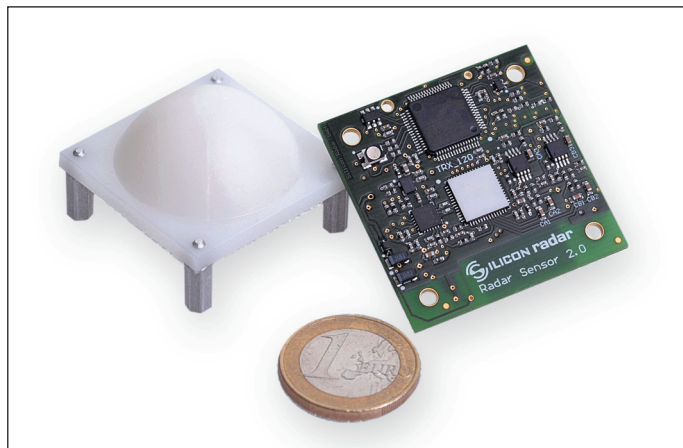

Рис. 16. Демонстрационный комплект Simple Radar Kit
- Simple Radar (рис. 16), включающий плату размерами 40×40 мм, на которой находится 122-ГГц приемопередатчик, формирователь ЛЧМ и управляющий микроконтроллер серии STM32F; фокусирующая линза; программное обеспечение и документация. Остановимся на элементах No1–No7 демонстрационного комплекта Easy Radar подробнее.